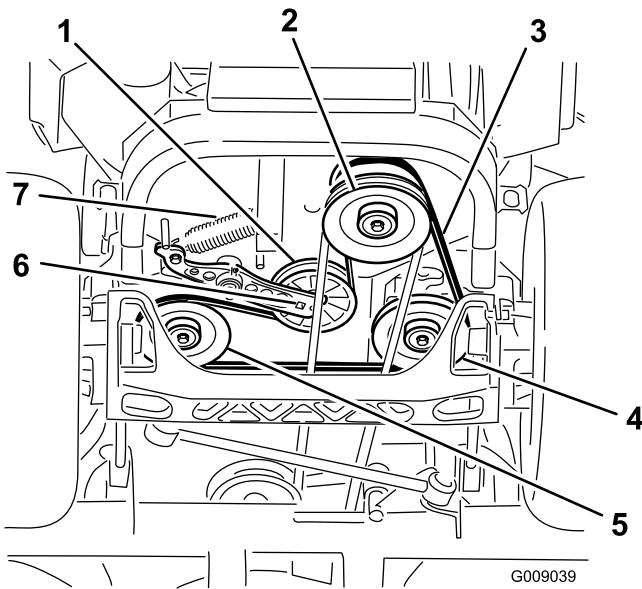

Figure 88
5. Insérez un rochet dans le trou carré du bras de la poulie de tension pour déposer le ressort (Figure 88).
6. Décrochez le ressort de la poulie de tension du cadre (Figure 88).
9. Insérez un rochet dans le trou carré du bras de la poulie de tension pour installer le ressort de la poulie sur le cadre (Figure 88).
4. Soulevez la machine sur des chandelles (Figure 88).